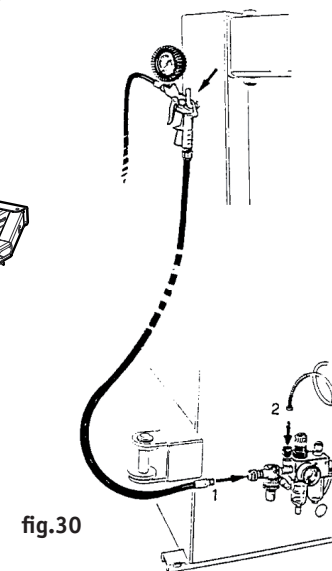

fig.30
- Collegare la pistola di gonfiaggio sul raccordo posto a sinistra del filtro aria (ved.fig.30) (1).
- Collegare la presa aria compressa sul raccordo posto tra il lubrificatore ed il filtro aria (fig.30) (2).
- Connect the inflation gun to the connector located to the left of the air filter (see 1, fig.30).
- Connect the compressed air to the connector positioned between the lubricator and the air filter (2, fig.30).